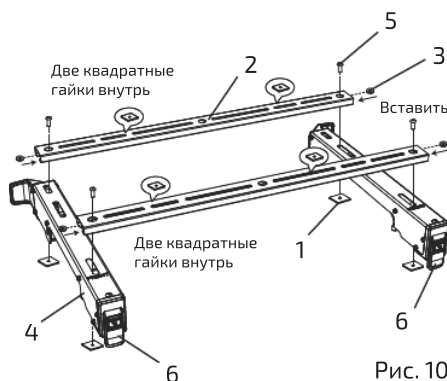

Рис. 10
2. Вставить две шайбы (3) во вспомогательные монтажные кронштейны (2) и совместить их с отверстиями на концах вспомогательных монтажных кронштейнов (2) (рис. 10).
3. Для крепления вспомогательного монтажного кронштейна (2) к монтажным кронштейнам пилы (4) вставить винты (5) через вставленные ранее шайбы (3) в квадратные гайки (1) в нижней части монтажного кронштейна пилы (4) для закрепления каждого конца вспомогательного монтажного кронштейна (2) с использованием шестигранного ключа 5 мм (рис. 10).